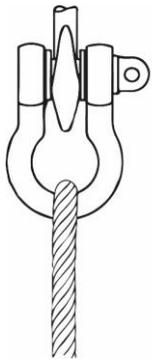

Figure 3
- Evitez les applications dans lesquelles en raison du mouvement (par exemple, celui de la charge ou du câble) la goupille de la manille peut tourner et éventuellement se dévisser (voir Figures 3 et 4).